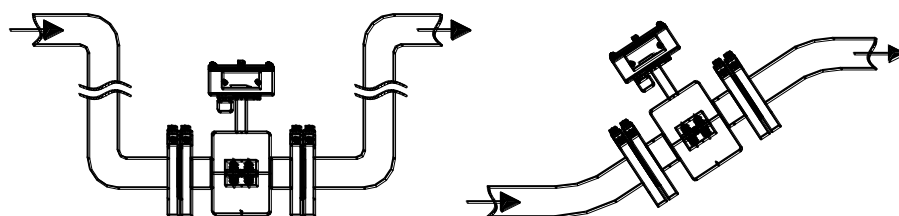

Рисунок 8.2
8.2.3 В месте установки ППР в трубопроводе не должен скапливаться воздух. Наиболее подходящее место для монтажа – нижний или восходящий участок трубопровода (см. рисунок 8.2).